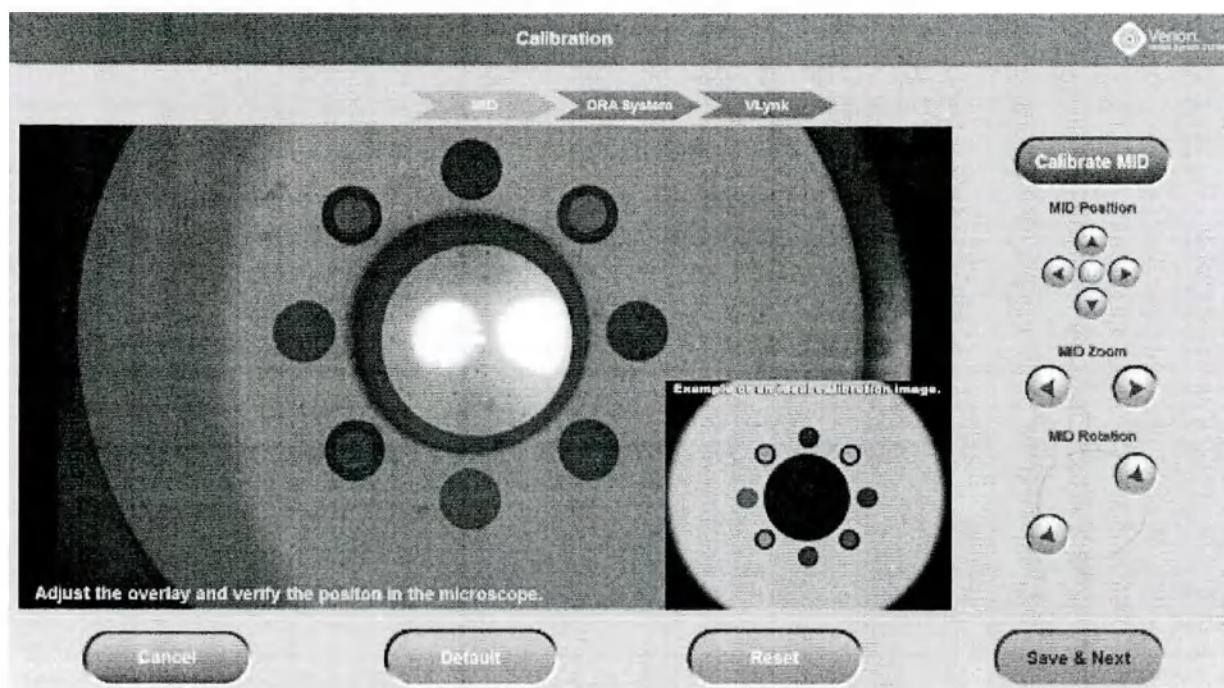

Рисунок 131. Этап 1 калибровки VerifEye Lynk
- Будет отображаться изображение с камеры в реальном времени, с примером изображения с идеальной калибровкой в правом нижнем углу (Рисунок 131). Щелкните по этому изображению, чтобы уменьшить его.